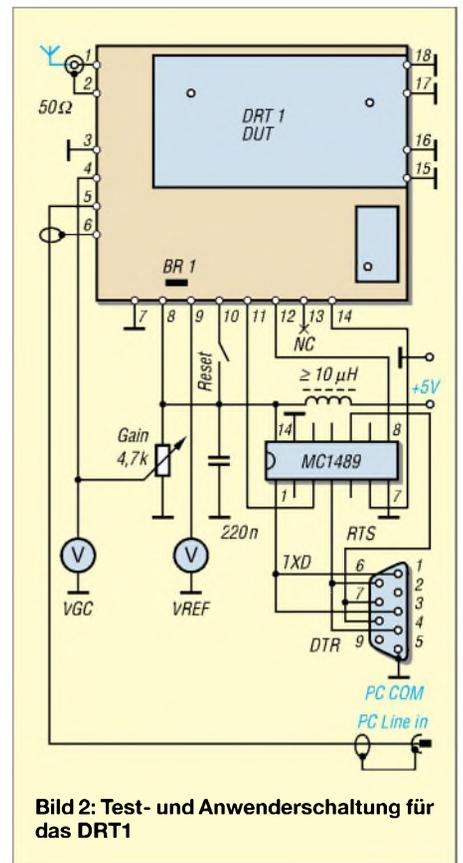

Bild 2: Test- und Anwenderschaltung für das DRT1
- Die einzelnen Kurven, vgl. Bild 2, lassen sich je nach Bedarf auswählen, ihre Farben sind in *analyz.ini* programmierbar. Dort lässt sich auch die Adresse des LPT-Ports einstellen – Standard ist 378H.
Eine AGC-Schaltung, wie im Datenblatt beschrieben, ist aufgrund des Dynamikbereichs einer Soundkarte von etwa 90 dB nicht unbedingt erforderlich, es genügt, die Verstärkung je nach Antenne, Band und Tageszeit so einzustellen, dass starke Signale den Empfänger und die Soundkarte gerade nicht übersteuern. Die Zusammenschaltung gemäß Bild 2 entspricht somit weitestgehend der Test-